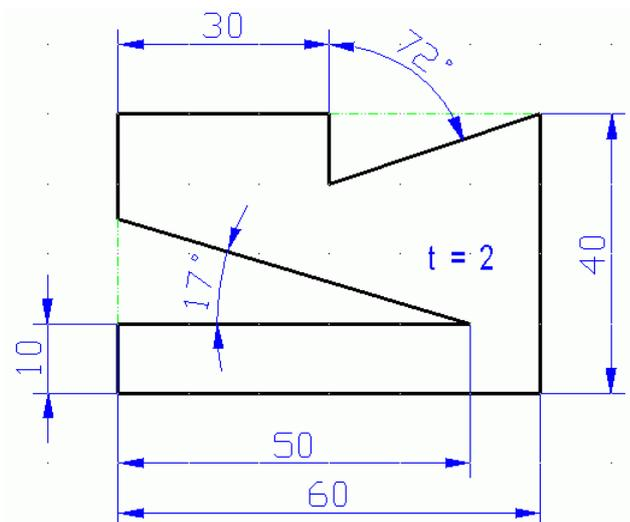
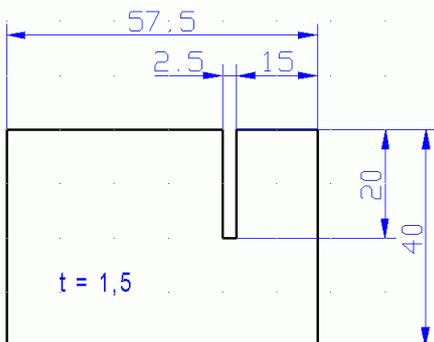

Abb. 2
Abb. 4
- Bei Winkelangaben ist die Maßlinie ein Kreisbogen um den Scheitelpunkt des bemaßten Winkels; der Radius ist so zu wählen, dass Maßpfeile und Maßzahlen Platz haben, deshalb gilt die Faustregel: Je kleiner der Winkel, desto größer der Radius (*Abb. 2*).
- Bei Platzmangel werden die Maßpfeile (mit je einer kurzen Maßlinie) von außen gesetzt (*Abb. 2*).
- werden immer in Richtung der Maßlinie geschrieben, jedoch so, dass sie von unten bzw. von rechts lesbar sind (Abb. 2, 3)
- Bei kleinen Maßen werden Maßzahl und Pfeile außerhalb der Maßhilfslinien gesetzt (Abb. 2). Bei noch kleineren Maßen (womöglich auch noch mit Kommastellen, z. B. 2,5) wird die Maßzahl außen auf eine der beiden Maßlinien gesetzt (Abb. 4)